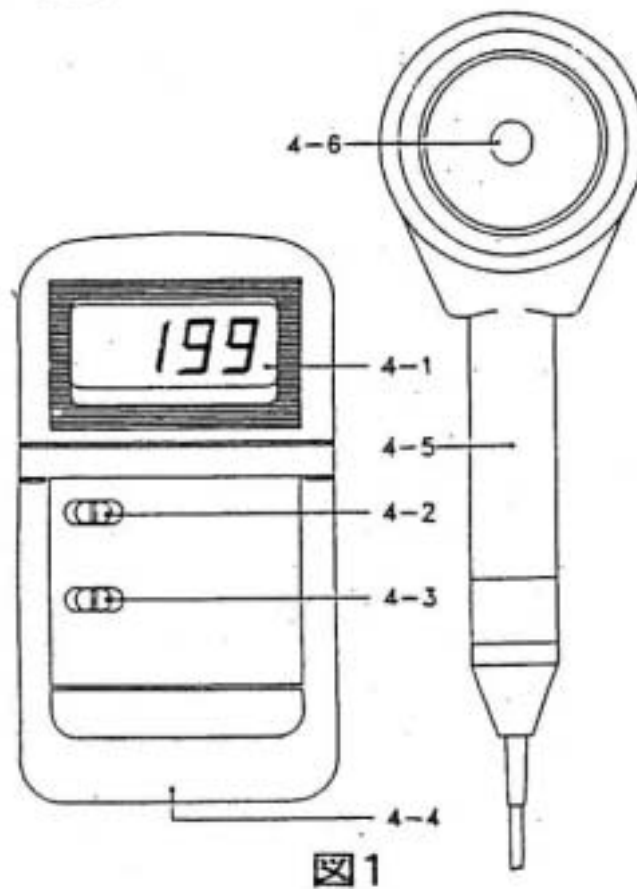

図1
- (1) 「電源オン/オフスイッチ (図1、4-2)」をスライドしてオンの位置(1)に設定して下さい。
- (2) 「レンジスイッチ (図1、4-3)」でHiのレンジを選択して下さい。
- (3) 「UVセンサー (図1、4-6)」のふたを取り外して下さい。「UVセンサープローブハンドル (図1、4-5)」を持って「UVセンサー」を測定する光源に垂直に向けて下さい。表示部 (図1、4-1) に測定値が表示されます。
- (2) 「電池カバー (図1、4-4)」をスライドして外し電池を取り出します。
- (3) 新しい電池 (006P 9V) と交換し、電池カバーをもとに戻します。